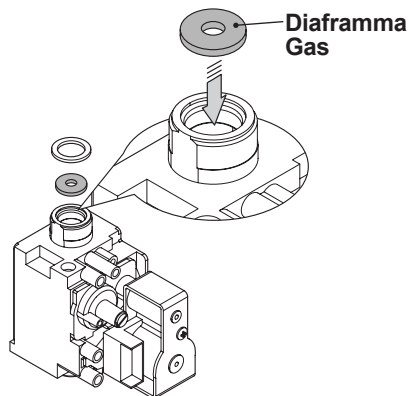

Figura 8.2
- Eseguire la trasformazione del tipo di gas sostituendo correttamente il diaframma gas (Figura 8.2), facendo riferimento alla sezione "Dati tecnici CEDRIC 24S" a pag. 24, "Dati tecnici CEDRIC 28S" pag. 28 e "Dati tecnici CEDRIC 32S" pag. 32.